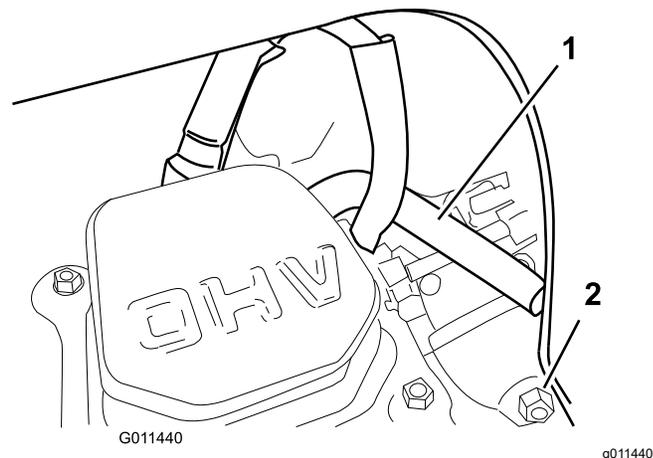

Figure 27
**Remarque:** Veillez à faire passer le tube de reniflard au-dessus du fil de la bougie, comme montré à la Figure 27.